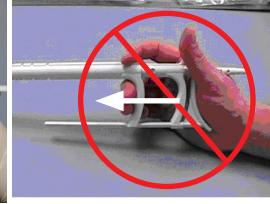

Figure 6
- Il doit être noté qu'une modification de la position de votre pouce comme décrit sur la Figure 6 est contre-indiquée et ne doit pas être utilisée.